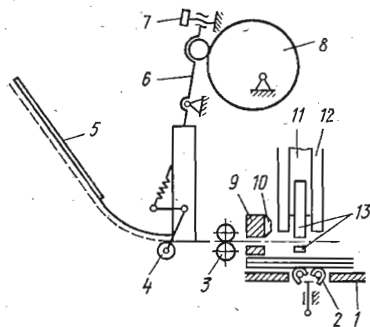

Рис. 26. Схема машины БПС-30:
**Проволокошвейные машины** предназначены для скрепления блоков проволокой. Одноаппаратная проволокошвейная машина БПШ-30 (рис. 26) включается на рабочий ход педалью. Проволока, разматываясь с катушки, зажимается планкой 5 и роликом 4, подается между роликами 3, проходит через втулку 9 и попадает в прорезь проволокодержателя 13. Нож 10, опускаясь, отрубает проволочную заготовку определенной длины, которая может меняться в пределах от 26 до 54 мм, но